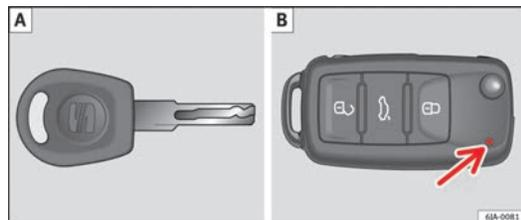
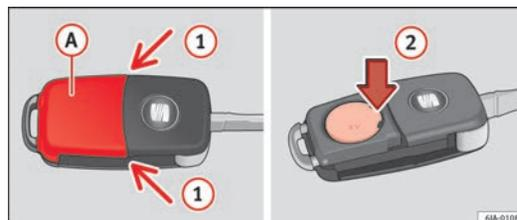

Fig. 43 Chiave con telecomando/chave senza telecomando
Fig. 44 Chiave con telecomando: rimozione del coperchietto/estrazione della pila
Insieme al veicolo vengono consegnate sempre due chiavi. A seconda della versione dell'allestimento, il veicolo può essere dotato di chiave senza telecomando ⇒ fig. 43 A) o con telecomando ⇒ fig. 43 B).
Ogni chiave con telecomando contiene una pila posta sotto il coperchietto (A) ⇒ fig. 44. Se la pila è scarica, quando si preme uno dei pulsanti, la spia di controllo rossa ⇒ fig. 43 B) non si accende. ▶
- Rimuovere il coperchietto del vano pile, premendo con il pollice o con un cacciavite piatto in corrispondenza delle frecce ① → fig. 44.
- Rimuovere la pila scarica della chiave, premendo verso il basso in corrispondenza delle frecce ②.